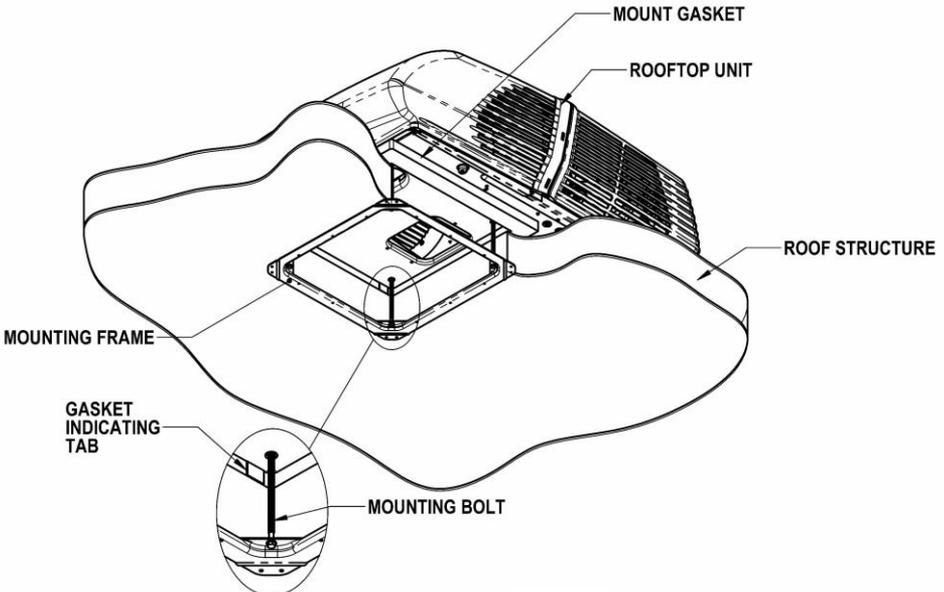

Figure 4
5. Fixation du climatiseur au toit - L'ensemble de plafond comprend un cadre de montage. Fixez le climatiseur au toit à l'aide des étapes véhicule. Reportez-vous à la Figure 4.
- c. La tension appropriée de chaque boulon est atteinte quand toute partie de chaque languette indicatrice du joint vient en contact avec le toit. Voir Figure 4. L'unité supérieure est maintenant correctement installée avec la compression optimale du joint